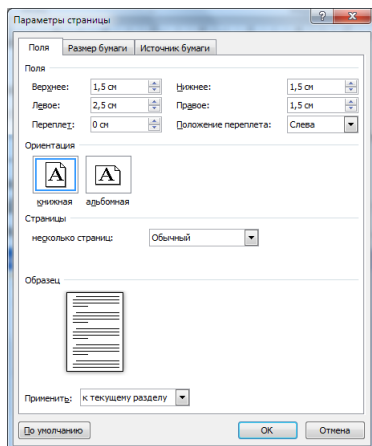

Рис. 1. Установка параметров страницы.
3. Установите параметры страницы (размер бумаги — А4; ориентация — книжная; поля: левое — 2,5 см, правое — 1,5 см, верхнее — 1,5 см, нижнее — 1,5 см), используя команду *Разметка страницы/Параметры страницы* (вкладки *Поля* и *Размер бумаги*) (рис. 1).